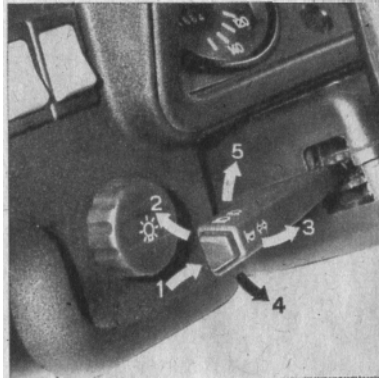

Bild 12. Lenksäulenschalter, links
Bei Zündschloßstellung (P) und gleichzeitigem Schalten des Lenksäulenschalters, links, auf Stellung "Blinklicht, links" (Bild 12/4) ist die Parklichtschaltung in Betrieb.